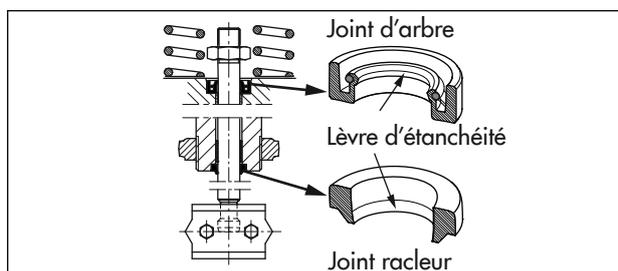

Fig. 19 : Alignement du joint d'arbre et du joint racleur
6. Monter le joint d'arbre à l'aide d'un outil adapté. Ce faisant, veiller à aligner correctement le joint d'arbre, cf. Fig. 19.